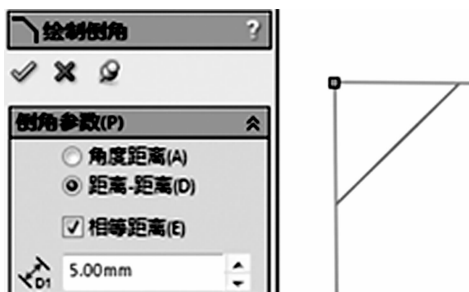

图 2-16 【相等距离】倒角
3) 【相等距离】：选中【距离-距离】单选按钮并勾选【相等距离】复选框，输入一个距离，然后再选中需要做倒角的两条直线，生成倒角，如图 2-16 所示。